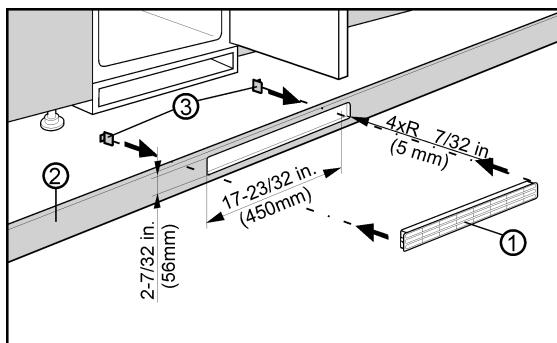

Fig. 7
La ventilación inferior a través del fondo del mueble de cocina se puede practicar con la rejilla de aire Fig. 7 (3) suministrada o mediante un orificio de ventilación con un área de sección transversal de al menos 31 in2 (200 cm2). Si utiliza la rejilla de aire Fig. 7 (1) suministrada, proceda de la siguiente manera:
- Instale la rejilla de aire Fig. 7 (1) en el hueco del fondo del mueble de cocina Fig. 7 (2).
- Inserte los conectores de resorte Fig. 7 (3) por detrás en la rejilla hasta que los ganchos toquen el fondo del mueble de cocina.